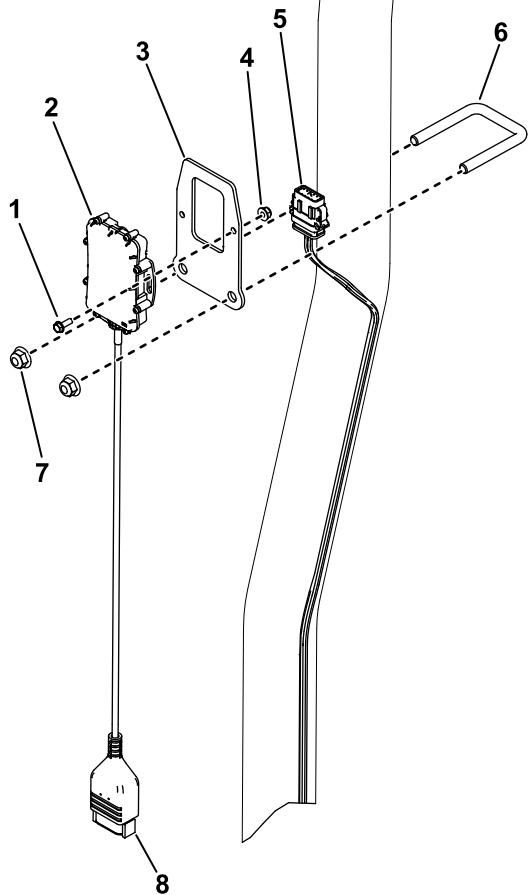

図 5
1. ボルト (#10) 2本とナット (#10)2個を使って、テレマティクスデバイスをデバイスブラケットに固定する図5。
- Uボルトとナット($\frac{3}{8}$ ") 2個を使って、デバイスブラケットをロールバーに固定する(図 5)。
- デバイスコネクタをテレマティクスワイヤーハーネスのP02というラベルの付いたコネクタに取り付ける(図 5)。